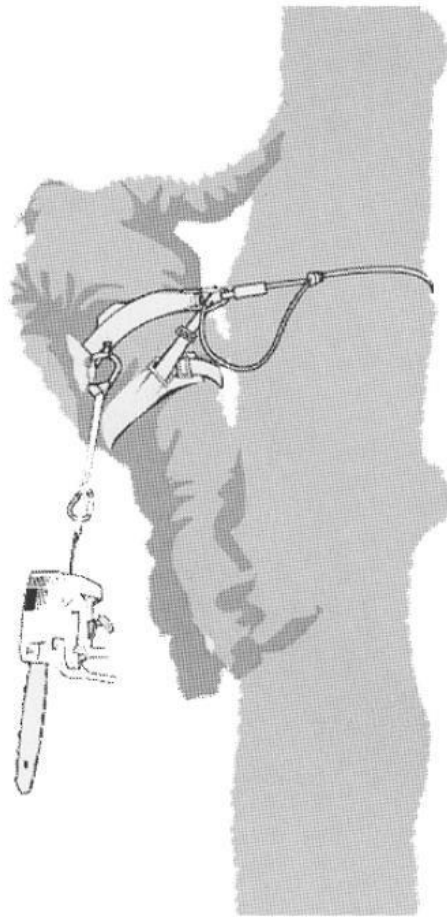

Bild A.2 — Beispiel für die Befestigung einer Kettensäge für die Baumpflege am zentrierten hinteren Mittelpunkt des Tragegurts
Die Kettensäge sollte nur an den empfohlenen Aufhängevorrichtungen (18) am Tragegurt angebracht werden. Diese dürfen in der Mitte (vorn oder hinten) oder an den Seiten sein. Wo immer möglich, ist die Kettensäge am zentrierten hinteren Mittelpunkt des Tragegurts anzubringen, um sie von Kletterseilen fernzuhalten und um das Gewicht mittig unter der Wirbelsäule des Benutzers abzufangen. **Siehe Bild A.2.**